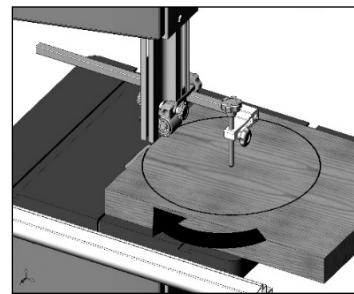

Рисунок. 21.
- Положите оставшуюся заготовку с отметкой в виде круга на стол. Выровняйте точку касания с зубьями пильного полотна. Установите опорную ось в центральной точке круга и зафиксируйте, затянув ручку А (рис. 5). Включите ленточную пилу. Медленно поворачивая заготовку, совершите рез (рис. 21).